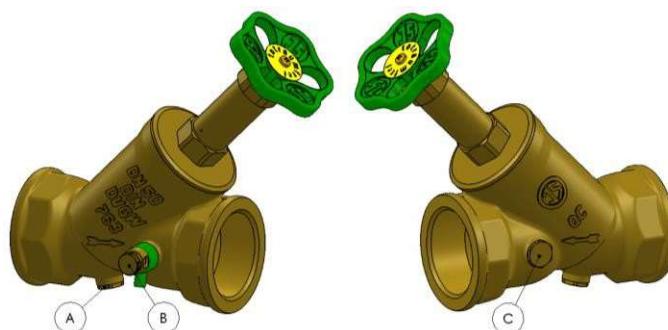

Abbildung 7 KFR-Ventil Anschlüsse Bildliche Darstellung
3. Öffnen des Entlüftungsventils (siehe Abb. 7 Anschluss B) des KFR-Ventils (1) und die
6. Öffnen des Entleerungsventil (siehe Abb. 7 Anschluss C) des KFR-Ventils (1) und Anlage über Öffnen der Absperrarmatur des Hauswassereingangs gründlich spülen.
7. Das Entleerungsventil (siehe Abb. 7 Anschluss C) des KFR-Ventils (2) schließen und Anlage komplett mit Wasser füllen. Ggf. ist der Behälter über das Entlüftungsventil (siehe Abb. 7 Anschluss B) des KFR-Ventils (1) zu entlüften.
9. Die Dichtheit des KFR-Ventils (1) überprüfen.
- a. Das KFR-Ventil (1) vollständig öffnen.
- b. Die Trinkwasserzuleitung über das Kontrollventil (siehe Abb. 7 Anschluss A) entleeren.
- c. Das Entleerungsventil (siehe Abb. 7 Anschluss C) demontieren und das Dichtheitsprüfgerät anschließen. Es ist darauf zu achten, dass die Zuleitung der T8 gefüllt bleibt und kein Wasser oder Luft am Prüfanschluss entweicht.
10. Die Dichtheit des KFR-Ventils (2) überprüfen
- a. Das KFR-Ventil (2) vollständig öffnen.
- b. Den Behälter über das Kontrollventil (siehe Abb. 7 Anschluss A) entleeren.
- c. Das Entleerungsventil (siehe Abb. 7 Anschluss C) demontieren und das Dichtheitsprüfgerät anschließen. Es ist darauf zu achten, dass die Brauchwasserleitung gefüllt bleibt und kein Wasser oder Luft am Prüfanschluss entweicht.